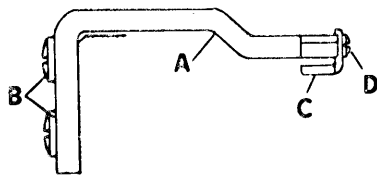

Fig. 8
5. Montaggio salva ago (fig. 8)
e) Variazione lunghezza punto (Fig. 8)